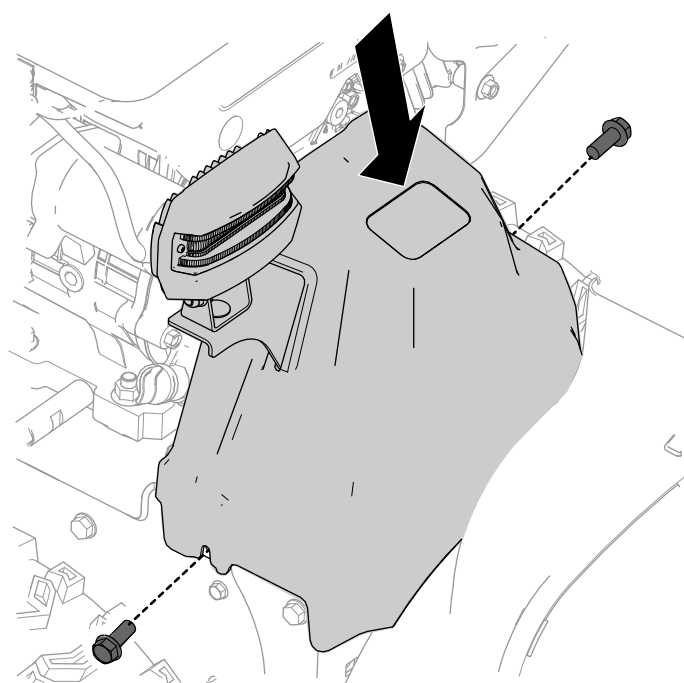

Figura 23
1. Instale la cubierta de la correa en la máquina y fíjela con los 2 tornillos (1/4" x 5/8") (Figura 23).